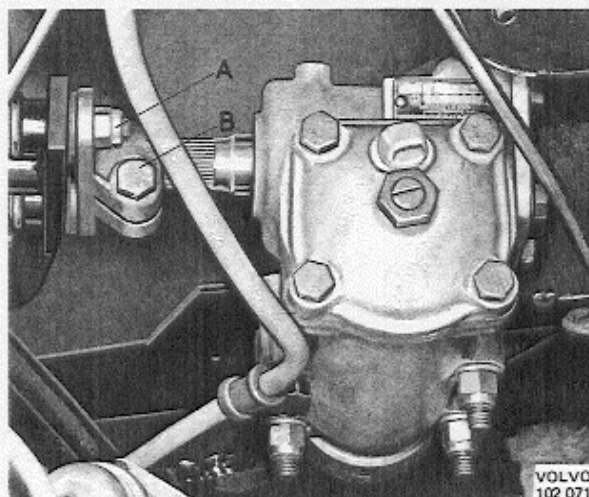

Abb. 73 Lenkgetriebe, eingebaut
2. Klemmschraube (B, Abb. 73) am unteren Mitnehmer lösen. Danach die Flanschkümmern (A) abschrauben und den unteren Mitnehmer so weit wie möglich auf dem Stummel der Schneckenwelle abwärts schieben.